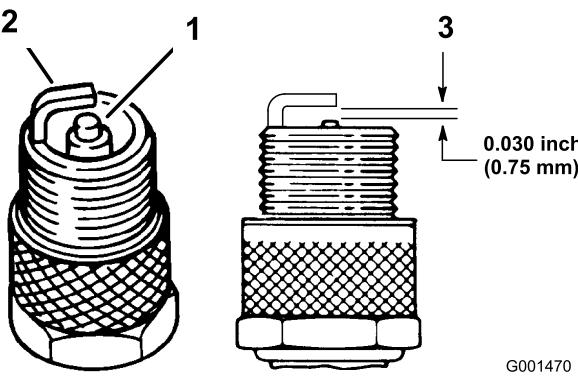

图22
1. 查看火花塞的中心（图22）。如果您看到绝缘体上有浅棕色或浅灰色涂层、说明发动机运行正常。如果绝缘体上的涂层是黑色的、通常意味着空气滤清器已变脏。
2. 检查中心电极与侧电极之间的空隙（图22）。如果空隙不正确、请弯转侧电极（图22）。
3. 将电线连接到火花塞上（图22）。